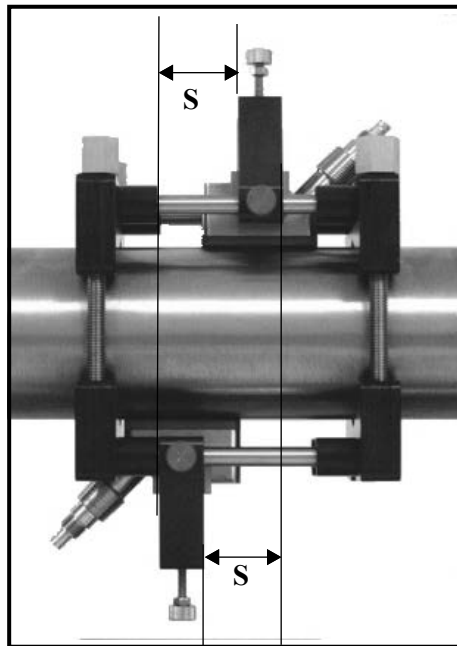

Figure 27 : Fixation V4, vue de dessus
L'espacement général entre les étriers doit être mesuré entre les deux bords gauches ou entre les deux bords droits. La *Figure 27* ci-dessous illustre le positionnement type.
4. De la même manière, installez le second transducteur comme illustré dans la *Figure 27* plus haut.